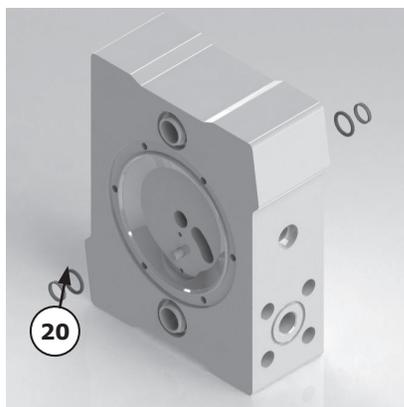

Figure 10
Pour les pompes VA-P15 à VA-P50 (sauf pour VA-P8 et VA-P10). Retirez doucement les paliers du support de membrane et les joints toriques (20) de leurs gorges dans le corps central. (à remplacer à chaque démontage !) Veillez à ne pas endommager le bord des gorges (voir Figure 10).